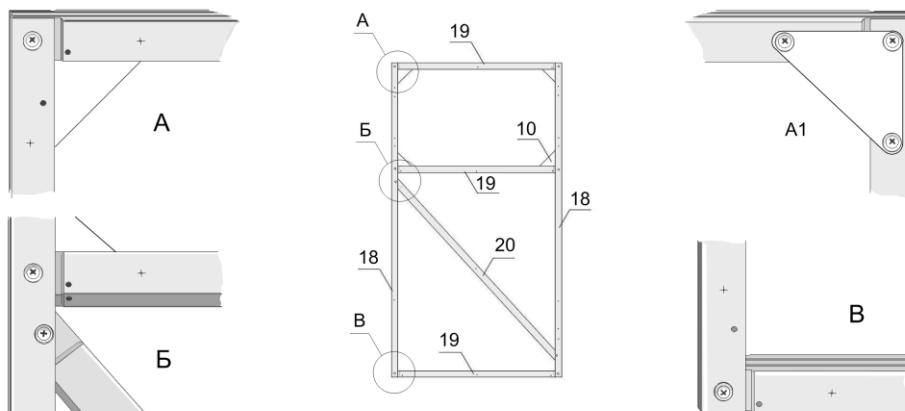

Рис. 8
3.4.1. Возьмите две стойки двери № 18 и соедините их между собой тремя поперечинами двери № 19 (см. рис. 8).
*Внимание! Сначала произведите крепление каркаса двери саморезами 4,2 x 16 с наружной стороны теплицы. При креплении нижней поперечины двери № 19 средняя полка профиля должна располагаться вверху, для предотвращения загрязнения внутреннего пространства профиля (см. рис.8-В).*
3.4.3. Поверните каркас двери внутренней стороной вверх и произведите крепление саморезами. В оконном проёме закрепите косынки № 10 (см. рис.8-А1) для фиксации форточки в закрытом состоянии.